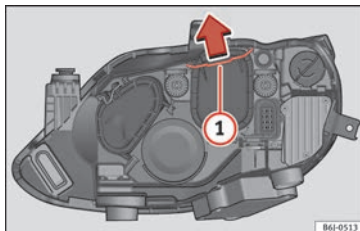

Bild 99 Dubbel strålkastare.
- För öglorna » bild 99 ① i pilens riktning och ta bort locket.